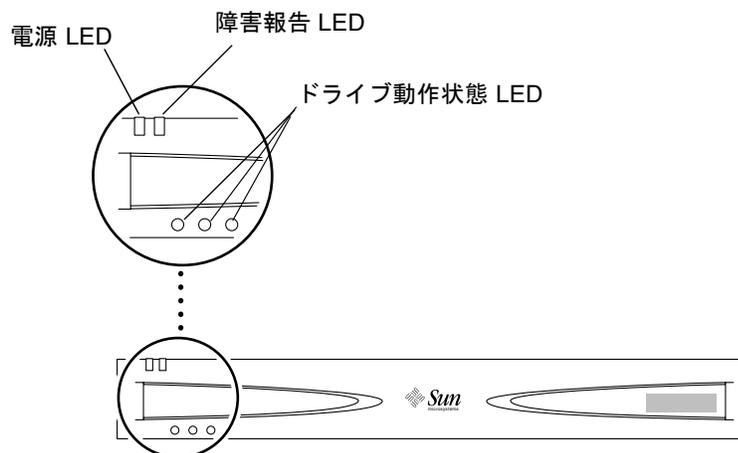
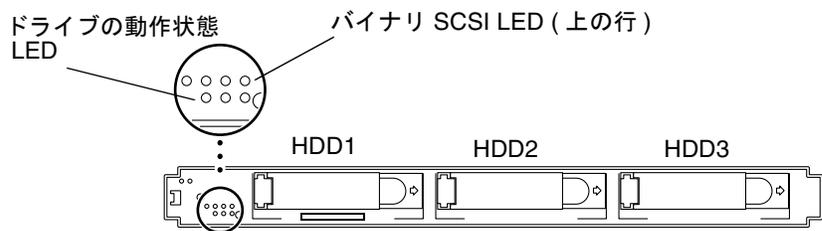

図 5-1 ベゼルが取り付けられた状態の正面パネル LED
図 5-2 ベゼルが取り外された状態の正面パネル LED
正面パネルの LED は、システムの電源および障害、ドライブの動作状態、SCSI ID の割り当てを示します。図 5-1 および図 5-2 に、正面パネル LED の位置を示します。表 5-1 に、LED によって示される状態とその対処方法を示します。また、システムに付属の簡易リファレンスカードには、SCSI ID LED に関する説明が記載されています。
2. バイナリ SCSI LED の位置を確認します (図 5-2 を参照)。